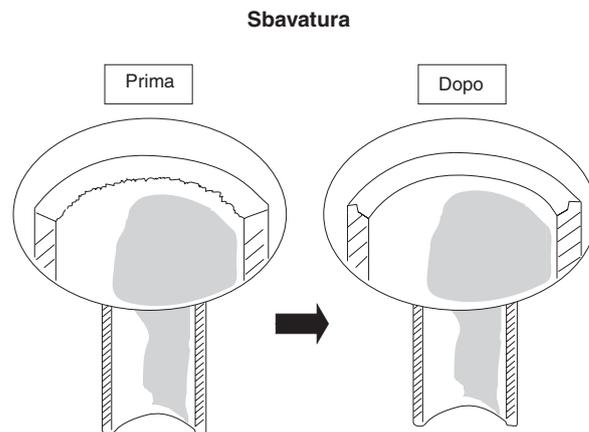

Fig. 7-1
- (1) Tagliare il tubo in rame alla lunghezza richiesta con un tagliatubi. Si consiglia di eseguire il taglio lasciando circa 30 – 50 cm di lunghezza supplementari rispetto alla distanza stimata.
- (2) Rimuovere le bave all'estremità del tubo di rame con uno sbavatore o una lima. Questa parte della procedura è importante e va eseguita con attenzione per assicurarsi che la svasatura riesca correttamente. Evitare il possibile ingresso di agenti contaminanti (umidità, sporco, residui metallici, ecc.) (fig. 7-1 e 7-2)